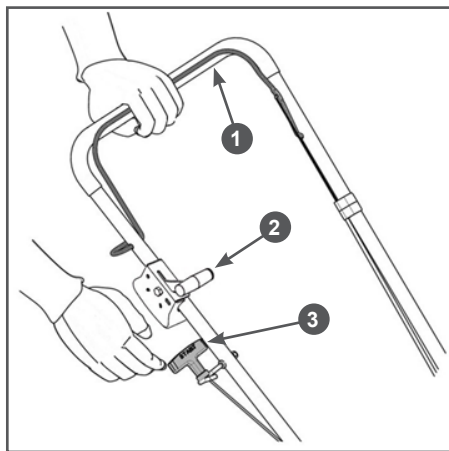

Рис. 11 Запуск двигателя
Перед запуском двигателя, несколько раз задействуйте рычаг 1 остановки двигателя (Рис. 11). Убедитесь, что трос остановки двигателя движется свободно, и что рычаг остановки двигателя работает должным образом.
3. Нажмите и удерживайте рычаг 1 остановки двигателя левой рукой (Рис. 11).
3. Отпустите рычаг 1 остановки двигателя (Рис. 11).